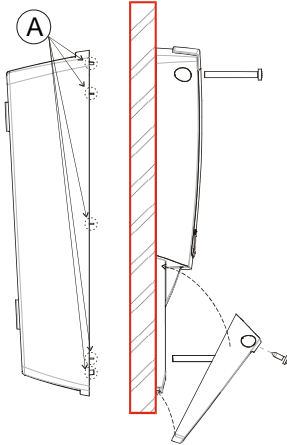

Fig. 6
4. Taiati din partea din spate a aparatului dinții indicați în Fig. 6, A.